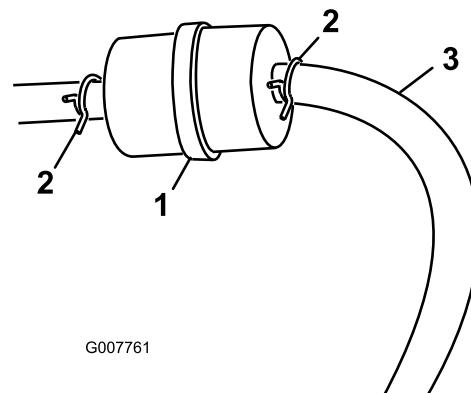

Рисунок 22
3. Сожмите концы шланговых хомутов и сдвиньте их с фильтра (Рисунок 22).
5. Установите новый фильтр и передвиньте шланговые хомуты ближе к фильтру (Рисунок 22).
3. Ослабьте шланговый хомут на топливном фильтре и отодвните его по топливному трубопроводу от фильтра (Рисунок 22).
4. Отсоедините топливный трубопровод от топливного фильтра (Рисунок 22).
**Примечание:** Дайте топливу слиться в канистру для топлива или сливной поддон (Рисунок 22).
5. Установите топливный трубопровод на топливный фильтр. Передвиньте шланговый хомут к топливному фильтру, чтобы закрепить топливный трубопровод (Рисунок 22).